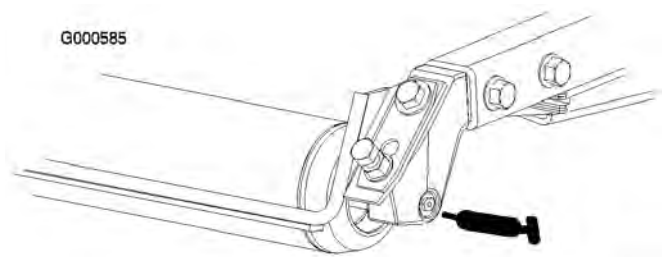

Figura 29
- Cuscinetti a rulli posteriori (2 per apparato di taglio) (Figura 29)
Nota: I raccordi di ingrassaggio sono montati a paro sui rulli (Figura 29) e necessitano di un adattatore per l'ugello dell'ingrassatore a pressione. Per ottenerlo, ordinate il N° cat. 107-1998 presso il Distributore Toro autorizzato di zona.